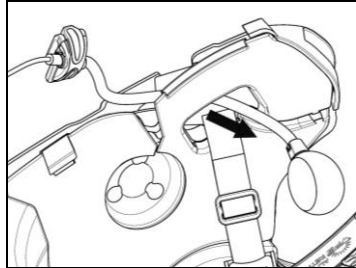
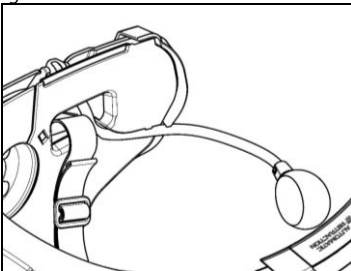

Fig. 11
Fig. 12
- Insérez le micro à l'intérieur de l'œillet (Fig. 11) et positionnez-le dans le logement prévu à cet effet, en insérant le bras du microphone dans la rainure présente sur la structure de fixation de la mentonnière (Fig. 12).